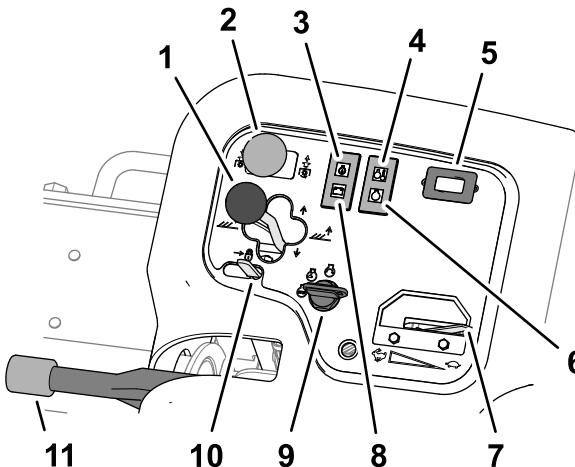

Figura 43
- Per abbassare a terra gli apparati di taglio, spingete la leva di spostamento dell'apparato di taglio in avanti portandola in posizione di ABBASSAMENTO (Figura 43).
L'interruttore di azionamento dell'apparato di taglio (Figura 43) ha 2 posizioni: INNESTO e DISINNESTO. L'interruttore a ginocchiera aziona una elettrovalvola sul banco di valvole, che attiva gli apparati di taglio.
La spia della pressione dell'olio (Figura 43) si accende se la pressione dell'olio del motore scende sotto un livello di sicurezza.
La spia della temperatura (Figura 43) si illumina se la temperatura del refrigerante del motore è alta. A questa temperatura, gli apparati di taglio verranno spenti. Se la temperatura del refrigerante aumenta di altri 5,5 °C, il motore verrà spento per evitare ulteriori danni.
Il contaore (Figura 43) indica le ore totali di lavoro della macchina. Il contaore si avvia all'accensione dell'interruttore a chiave.
La spia della candela a incandescenza (Figura 43) si illumina quando le candele a incandescenza sono sotto tensione.
Portate l'acceleratore (Figura 43) in avanti per aumentare il regime del motore, indietro per ridurlo.
La spia dell'alternatore (Figura 43) verrà spenta quando il motore è in funzione. Se la spia dell'alternatore si illumina mentre il motore è in funzione, controllate il sistema di carica e riparate lo, se necessario.
Utilizzate l'interruttore di accensione (Figura 43) per azionare il motore e le luci. L'interruttore di accensione ha 3 posizioni:
Spostate indietro il fermo della leva di sollevamento (Figura 43) per impedire che gli apparati di taglio si abbassino.
Ogni volta che spegnete il motore, inserite il freno di stazionamento (Figura 43) per evitare lo spostamento involontario della macchina. Per inserire il freno di stazionamento, sollevate la leva; per disinserire il freno, abbassate la leva.